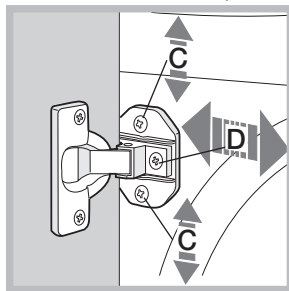

Fig. 7
- Për të rregulluar pozicionin e panelit të drurit në drejtimin vertikal si dhe horizontal, përdorni **vidat C** dhe **D** siç tregohet në fig. 7.